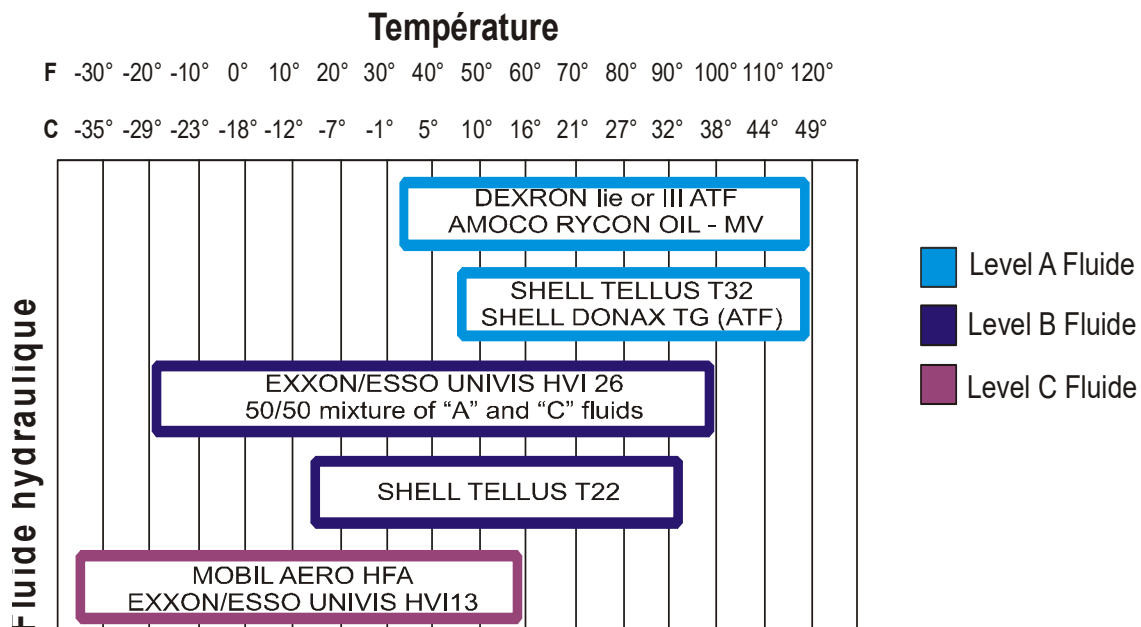

FIG. 5-16
**Voir Figure 5-16.** Si vous travaillez sous des températures allant de -20° à 100° F (-29° à 38° C), utilisez un fluide hydraulique adapté à toutes les températures tel que Conoco MV32. Pour d'autres fluides et/ou d'autres plages de températures, reportez-vous au tableau ci-dessous. Le fait de travailler au-dessus de la plage de températures recommandée pour un fluide peut entraîner une usure excessive de la pompe. Le fait de travailler en dessous de la plage de températures peut entraîner une diminution de la vitesse des vérins hydrauliques. Pour changer de type de fluide, remplacez un gallon (3,8 litres) du fluide utilisé par un gallon (3,8 litres) de fluide de substitution.